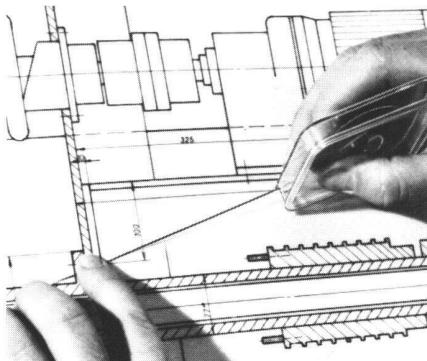

Abb. 4
1. Scissors Drafting nennt man das Ausschneiden und Neuzusammenstellen verschiedener Zeichnungen mit Selbstklebematerialien (Abb. 4 u. 5) wie Adhesivebänder, Stripfilme (Diazo-, Xerofolien), Selbstklebefolie, Abreibesymbole und -schriften.